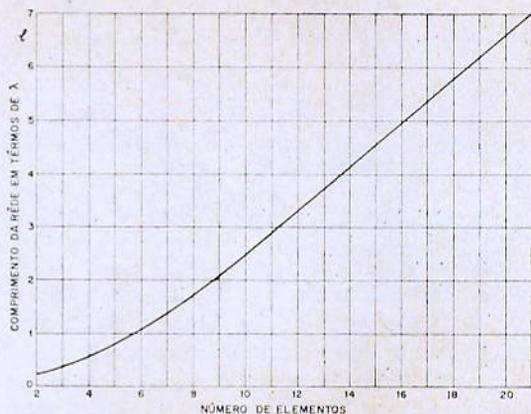

Figura 15
2) Conhecido  $n$ , entramos na figura 15 e tiramos o comprimento  $L$  da antena:  $L = 1,7 \lambda$ , ou seja,  $L = 1,7 \times 476 = 810 \text{ cm} = 8,10 \text{ m}$ .